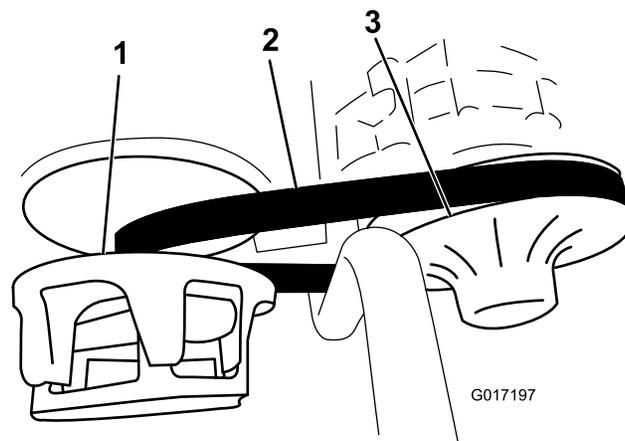

Figura 65
3. Rode e verifique se a correia (Figura 65) apresenta sinais de desgaste ou se está danificada.
3. Rode e coloque a correia sobre a embraiagem secundária (Figura 65).
4. Retire a correia da embraiagem primária (Figura 65).
5. Alinhe a nova correia sobre a embraiagem primária (Figura 65).
6. Rode e coloque a correia sobre a embraiagem secundária (Figura 65).